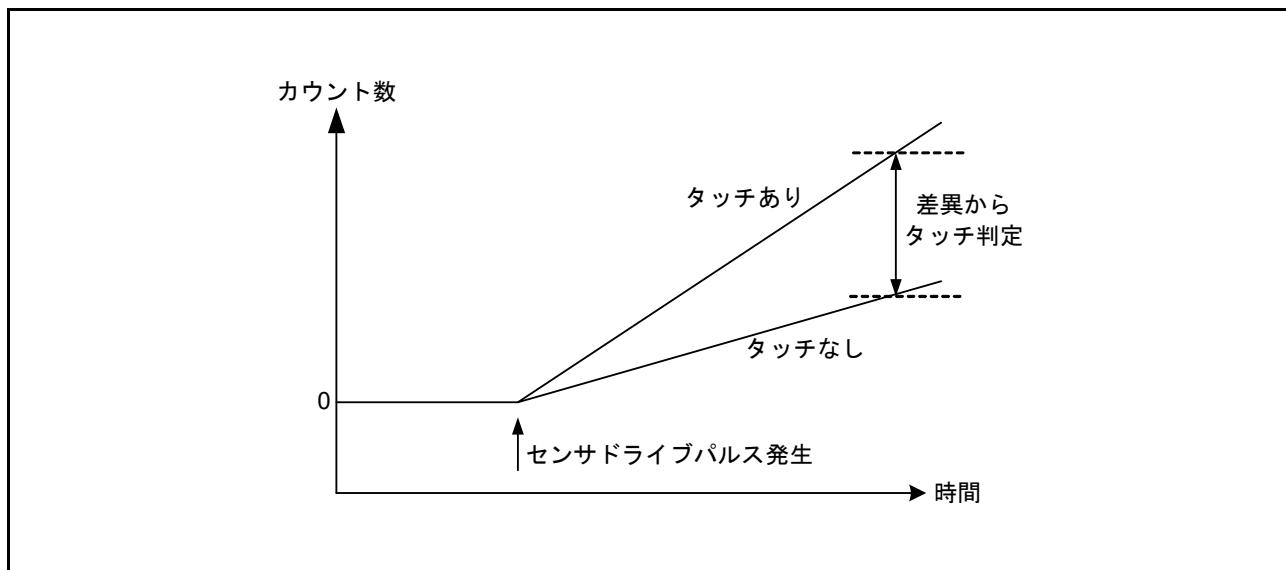

図 32.7 接触 / 非接触による計測値の変化
(1) と (2) の充放電を早いタイミングで切り替えることにより、スイッチドキャパシタフィルタに電流が流れます。このとき、人体の接近により静電容量値が変わるために、流れる電流が変化します。TSCAP 電源を生成する回路からスイッチドキャパシタフィルタに流れる電流に比例した制御電流を ICO に供給することで、クロックを生成します。人体の接近によって変わるクロック周波数をカウンタで計測し、読み出したカウンタ値を用いて、ソフトウェアで人体の接近を判定します (図 32.7)。